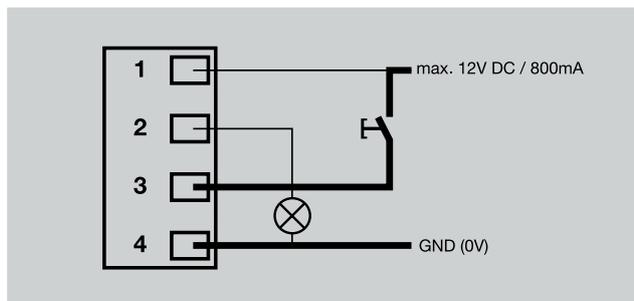

Abb. 161 Klemmenbelegung externer Signalgeber
Der Kontakt zwischen 1 und 2 ist unter Spannung geschlossen. Der Taster (NO) in Abb. 161 wird verwendet, um eine Störung zu quittieren.
Der in Abb. 161 dargestellte externe Signalgeber, funktioniert wie ein Betriebsmelder. Optional ist die Ausgabe einer Störungsmeldung möglich.